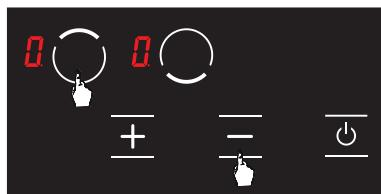

Abbildung 14
1. Berühren Sie die Auswahltaste () für die obere Kochplatte und die Minustaste () gleichzeitig, dabei ertönt ein kurzer Signalton. (siehe Abb. 14) Danach werden die Finger vom Bedienfeld des Herds entfernt.